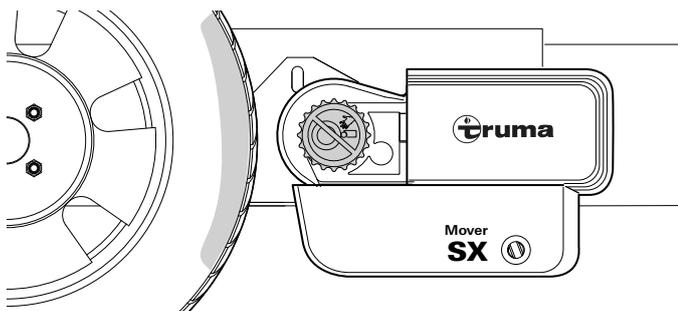

Fig. 25
- La distance entre les rouleaux d'entraînement et les pneus s'élève à environ 20 mm de chaque côté (Fig. 25). Pour vérifier la bonne distance entre le pneu et le rouleau d'entraînement, voir Kapitel 6.1